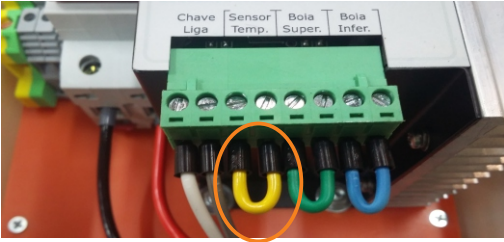

Figura 20: Funcionamento sem automático de nível (boia elétrica)
- O inversor de frequência FAMAC SOLAR tem uma entrada (bornes) para utilização de um protetor térmico para aplicações especiais “Sensor Temp.” (Figura 20), o jumper na cor “amarela” não deverá ser retirado se não for utilizado para tal aplicação.